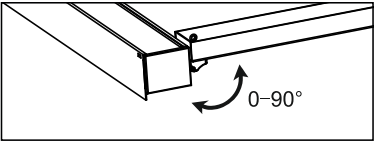

Рис. 6
- 5.17 Конструкция осветительного прибора позволяет донатачить осветительный прибор до необходимого положения (рис. 6).